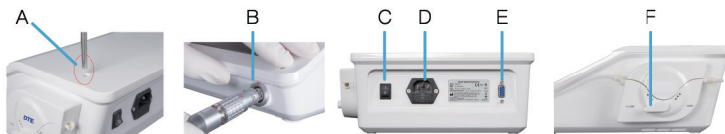

Рис.5
⚠ Опасно: Не устанавливайте устройство на источниках тепла или в непосредственной близости от них. Устанавливайте его таким образом, чтобы обеспечить достаточную циркуляцию воздуха вокруг него. Оставляйте достаточно свободного пространства вокруг аппарата, особенно со стороны вентилятора на задней панели (Рис. 5).
6.3.2 Вставьте стойку (держатель) для флакона/пакета в специально предназначенные для этого отверстия (Рис. 5 — поз. А);
6.3.3 Подключите ножную педаль к корпусу устройства, вставив штекер в разъем для педали (Рис. 5 — поз. Е);
6.3.4 Подключите кабель питания к разъему на корпусе устройства (Рис. 5 — поз. D), а затем к розетке электросети;
6.3.5 Подсоедините трубку кабеля Surgic Smart к разъему для кабеля на устройстве (Рис. 5 — поз. В);
6.3.9 Нажмите кнопку «on/off» (Вкл/Выкл) (Рис. 5 — поз. С), после чего устройство будет готово к использованию.
7.5.4 Убедитесь, что наконечник Surgic Smart правильно подсоединен к соответствующему разъему на корпусе устройства (Рис. 5 — поз. В).
7.8 По окончании работы с оборудованием выключите выключатель питания, нажав кнопку «off» (Рис. 5 — поз. С), а затем извлеките вилку из розетки.